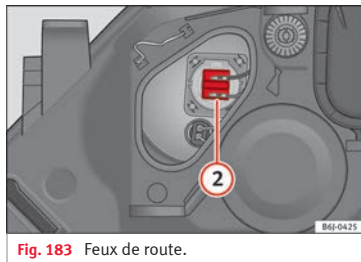

Fig. 183 Feux de route.
- Retirez le connecteur » fig. 183 ② en tirant vers l'extérieur.